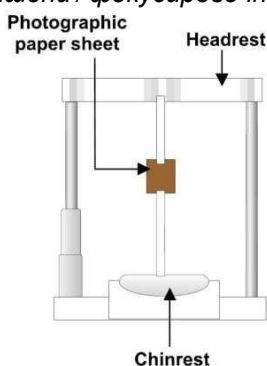

Рисунок 1: Кусок фотобумаги в положении для проверки
1. Прикрепите лист фотобумаги к мишени / фокусирующей планке (см. Рисунок 1)
Прикрепите лист фотобумаги к мишени / фокусирующей планке (см. Рис. 1 в разделе 2.2.3 выше).